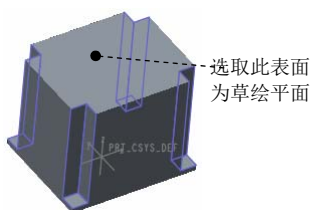
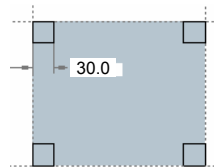

图 5.38.69 拉伸 2
图 5.38.70 截面草绘
Step3. 创建图 5.38.69 所示的拉伸特征 2。在操控板中单击“拉伸”按钮 。在操控板中按下“移除材料”按钮 。选取如图 5.38.69 所示的模型表面为草绘平面，选取 RIGHT 基准平面为参考平面，方向为右；单击 **草绘** 按钮，绘制图 5.38.70 所示的截面草图，在操控板中选择拉伸类型为 ，输入深度值 190.0。单击  按钮，完成拉伸特征 2 的创作。